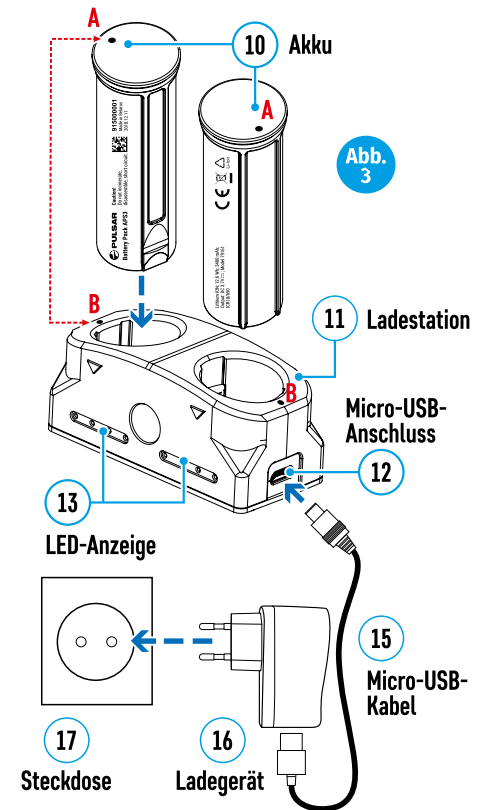

Abb. 3
#### Option 2 (Abb. 3):
- Schieben Sie den mit dem Gerät gelieferten oder separat erworbenen wiederaufladbaren Akku (10) entlang der Führungsschiene vollständig in den APS-Ladeschacht (separat erhältlich) (11) (siehe Abb. 3).
- Verbinden Sie den microUSB-Stecker des USB-Kabels (15) mit dem microUSB-Anschluss des Netzsteckers (16). Stecken Sie das Gerät in eine Steckdose mit 100–240 V (17).
- Verbinden Sie den zweiten Stecker des microUSB-Kabels mit der Buchse (12) des Netzladeadapters (11).
- Die LED-Anzeige (13) leuchtet auf.